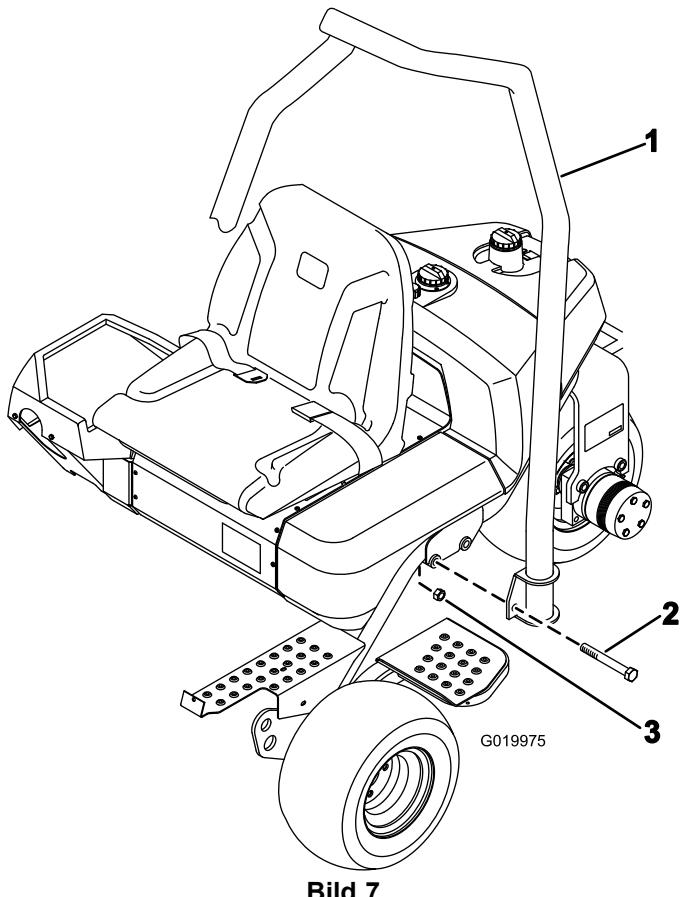

Bild 7
1. Positionieren Sie den Überrollschutz so, dass das Rohr oben zur Vorderseite der Maschine gekrümmmt ist (Bild 7).
- 2. Senken Sie den Überrollschutz auf den Rahmen und fluchten ihn mit den Befestigungslöchern aus (Bild 7).
- 3. Befestigen Sie jede Seite des Überrollschutzes mit zwei Schrauben (5/8" x 4-1/2") und Sicherungsmuttern am Rahmen, wie in Bild 7 dargestellt. Ziehen Sie sie auf 183-223 Nm an.